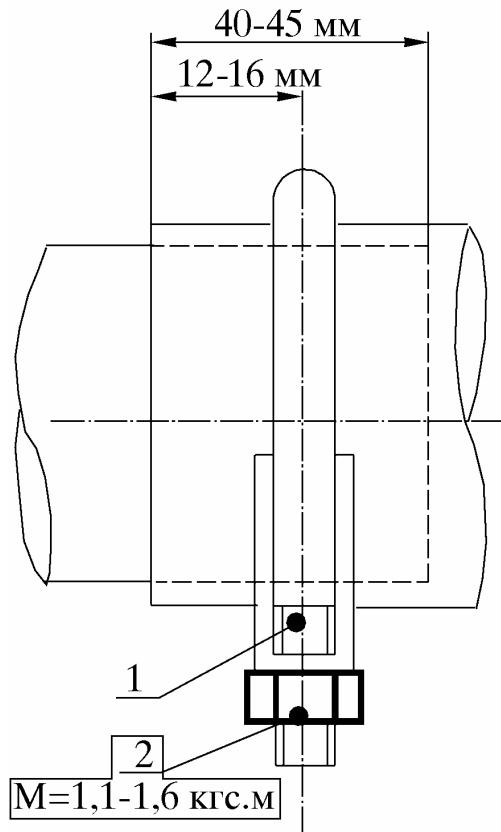

Рис. 3. Установка хомутов:
1) гайки 2 (рис. 3) крепления хомутов 1 затянуть с моментом от 11 до 16 Н.м (1,1 - 1,6 кгс.м)